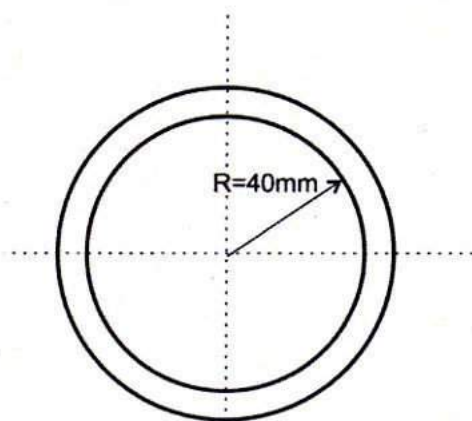

Figura 1
1. Considere a peça tubular de espessura uniforme $t=5\text{mm}$ e com 3m de comprimento representada na Figura 1. A peça é fabricada em aço ($G=80\text{GPa}$, $\sigma_{ced} = 350\text{MPa}$) e está encastrada numa extremidade, estando a outra extremidade livre.